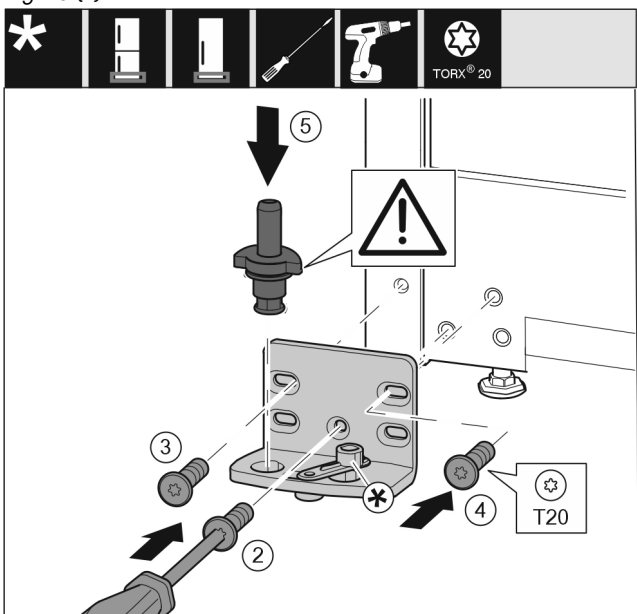

Fig. 14
- ▶ Poser le support de palier de l'autre côté et le visser à l'aide d'un tournevis T20. Commencer par la vis 2 en bas au milieu. Fig. 14 (2)
- ▶ Visser les vis 3 et 4. Fig. 14 (3,4)
- ▶ Mettre en place l'axe de palier complet. Veiller à ce que l'ergot d'enclenchement soit orienté en arrière. Fig. 14 (5)